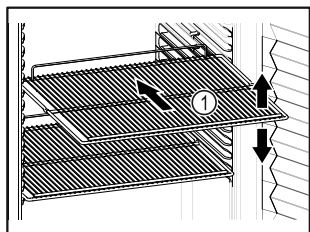

Fig. 57 Representación a modo de ejemplo
- Si los estantes de rejilla Fig. 57 (1) se pueden colocar en distintas posiciones, ajustarlos en altura.